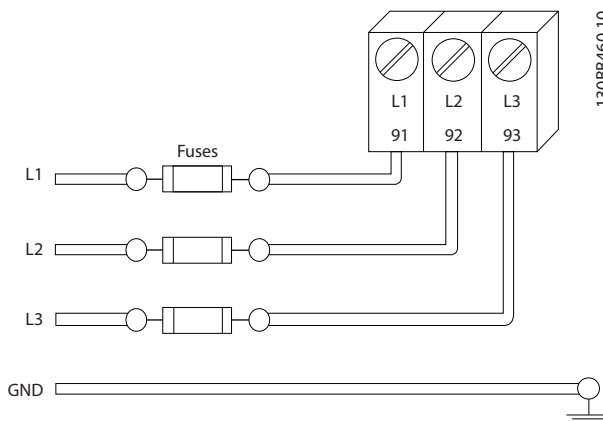

図 2.6 周波数変換器 ヒューズ
- すべての周波数変換器は短絡および過剰電流保護を備えている必要があります。入力フェーズが保護のために必要です。図2.6を参照してください。工場で装備されない場合、フェーズはインストレーションの一部として設置作業